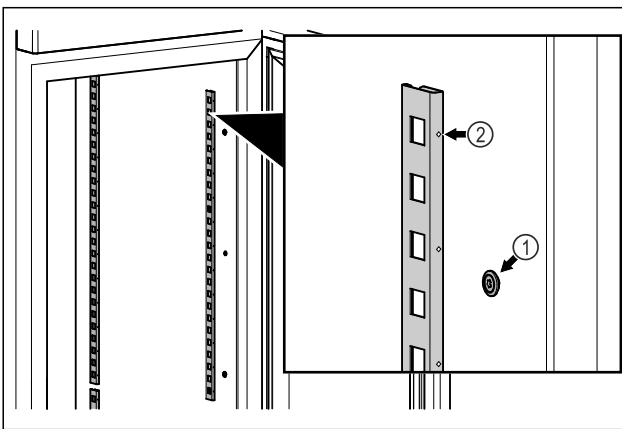

Fig. 58 Atvaizdo pavyzdys
- ▶ Įkabinkite fiksavimo juosteles į pakabą Fig. 58 (1). Žyma Fig. 58 (2) turi būti nukreipta į priekį.